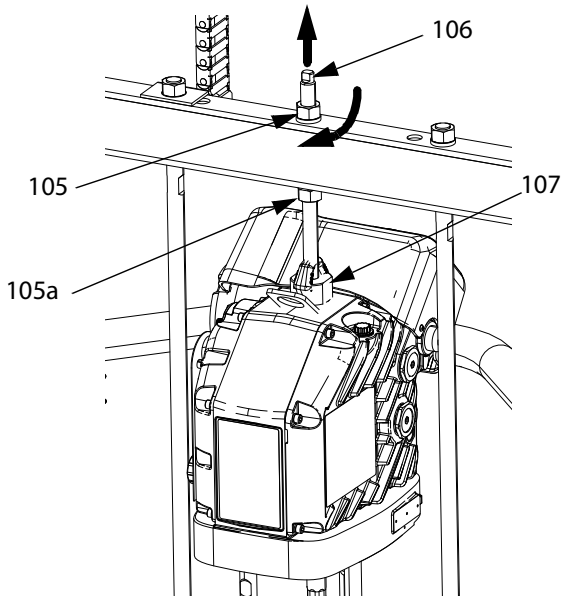

Рис. 45
1. Установите поршневой насос (AC) на прижимную плиту (AD). Выполните действия, приведенные в разделе **Подсоединение прижимной плиты** на стр. 50.
3. Подключение привода (AB):
- a. С помощью ключа захватите гайку (105) на верхней части перекладки рамы и опустите привод (AB) на поршневой насос (AC). См. Рис. 45, стр. 51. Навинтите гайку (105) вверх и затяните ее под перекладкой рамы. Затяните гайку (105) под перекладкой с максимальным усилием 34 Н•м (25 футофунтов).